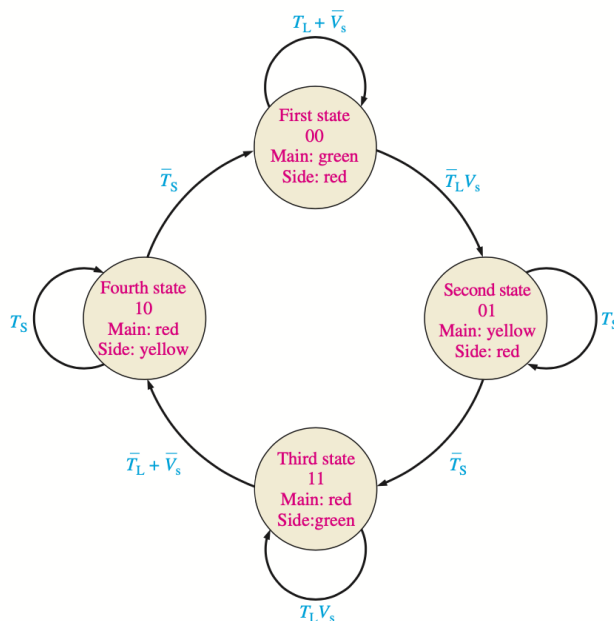
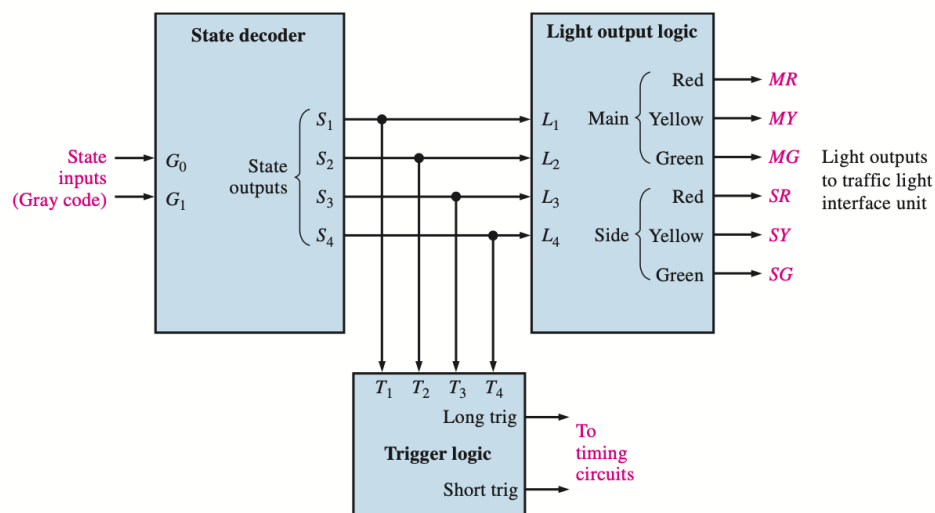

Figura 2 – Diagrama de estados [1]
Figura 4 – Bloco de lógica combinacional (1) [1]
O diagrama da Figura 2 mostra a sequência de estados, as saídas para cada estado e as condições para as transições entre os mesmos. As variáveis são:
O bloco de lógica combinacional (1) fornece as saídas para acionar as luzes dos semáforos e ambos os *timers*. As entradas desse bloco são as variáveis G_0 e G_1 , que representam os quatro estados do diagrama da Figura 2, conforme detalha a Figura 4.